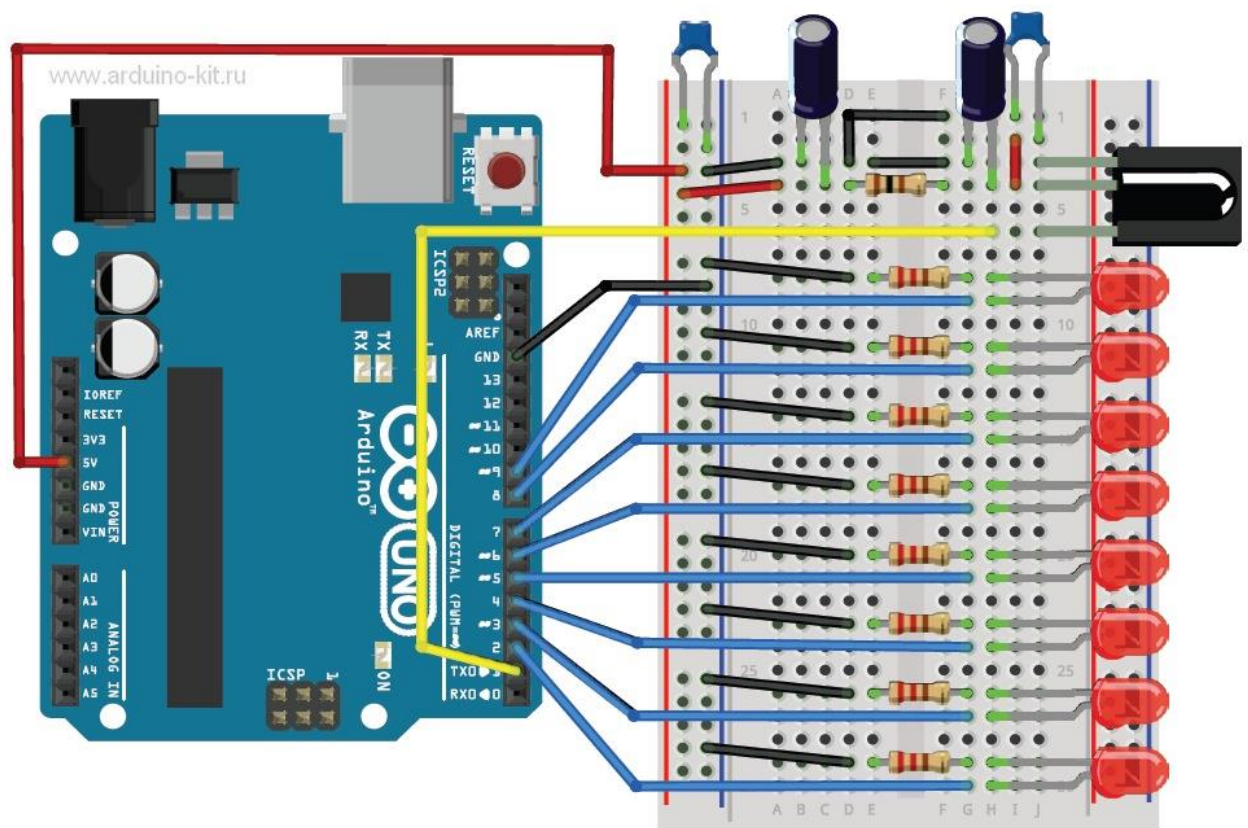

Рис. 25.1. Схема соединений ИК-управления
Можно узнать протокол вашего пульта и написать скетч для получения кодов, отправляемых с пульта. К счастью, уже написана универсальная библиотека для приема и обработки кодов с любого пульта – Irremote. Ее мы и будем использовать при написании скетча. В нашем эксперименте мы будем с ИК-пульта зажигать светодиоды, подключенные к плате Arduino. Схема соединений показана на рис. 25.1.
1. Подключаем ИК-приемник и светодиоды к плате Arduino по схеме на рис. 25.1.
Загружаем скетч 25.2 на плату Arduino и нажатием на пульте кнопок 2–9 переключаем состояние светодиодов, подключенных к выводам 2–9 платы Arduino (см. рис. 25.1).